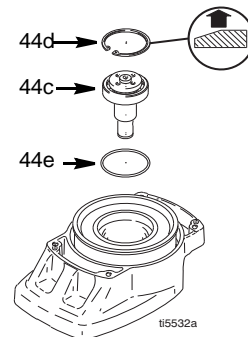

FIG. 6
7. FIG. 6. Rimuovere l'anello di tenuta (44d).
6. FIG. 6. Installare l'anello di tenuta (44e).